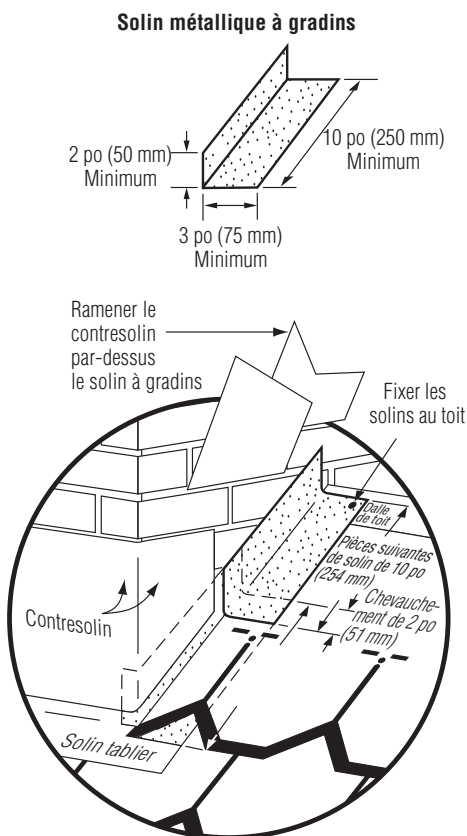

Figure 17-14 : Solin métallique à gradins pour Carriage House®.
**POSE DES SOLINS :** Utiliser des pièces de 10 po x 5 po (254 mm x 127 mm) de métal anticorrosion tel le cuivre. Pour le premier rang de bardeaux Carriage House seulement, utiliser une pièce de solin métallique de 12 po x 5 po (305 mm x 127 mm) (figure 17-14).